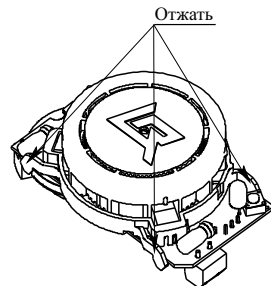

Рисунок 2
- б) отжать замки на дымовой камере (рисунок 2) и снять ее;